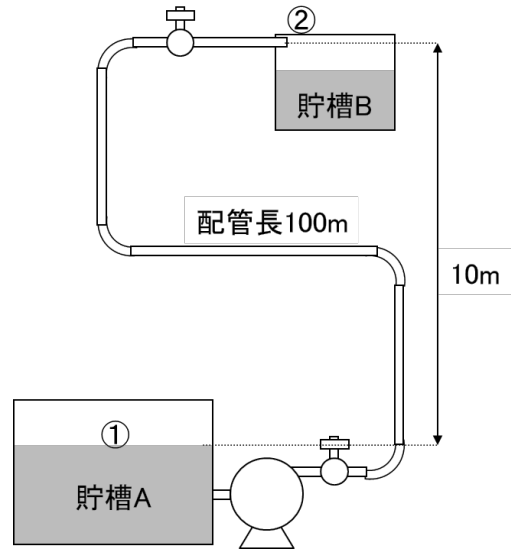

図 A5-1
内径 30 mm の鋼管を用いて 20 °C の水（密度 $\rho = 1.00 \times 10^3 \text{ kg} \cdot \text{m}^{-3}$ ，粘度 $\mu = 1.0 \times 10^{-3} \text{ Pa} \cdot \text{s}$ ）を流速 $2.0 \text{ m} \cdot \text{s}^{-1}$ で大きな貯槽 A から貯槽 B へくみ上げる．貯槽 A の液面①から貯槽 B への供給配管出口②までは 10 m の高さがあり，管路の直管部の全長は 100 m で，管路中には 90°エルボ（配管のまがり）4 個と，弁 2 個が挿入されている（図 A5-1）．管路は粗面管とする．
添え字 1, 2 は流路断面の番号（図 A5-1 の①と②）を表し， p は圧力， g は重力加速度， h は基準面